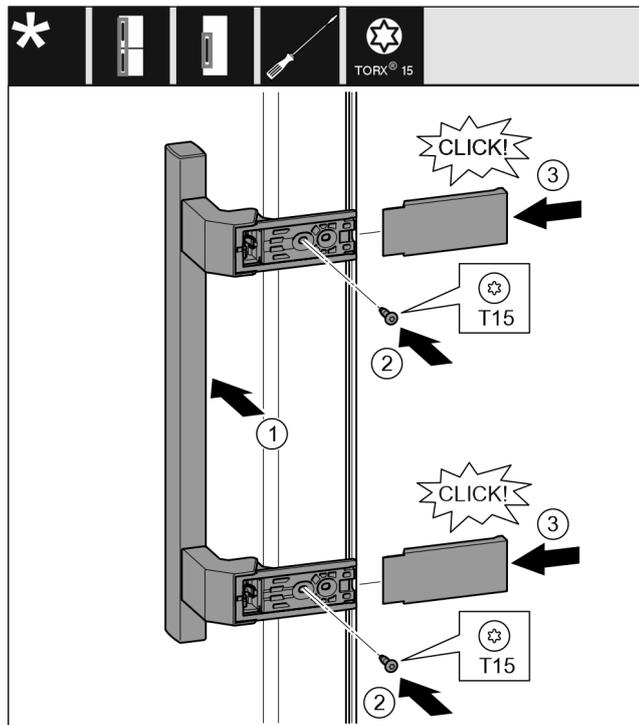

Fig. 18
- ▶ Coloque el tirador en el lado opuesto. Fig. 18 (1)
- ▶ Apriete el tornillo con el destornillador T15. Fig. 18 (2)
- ▶ Coloque y desplace lateralmente las cubiertas. Fig. 18 (3)